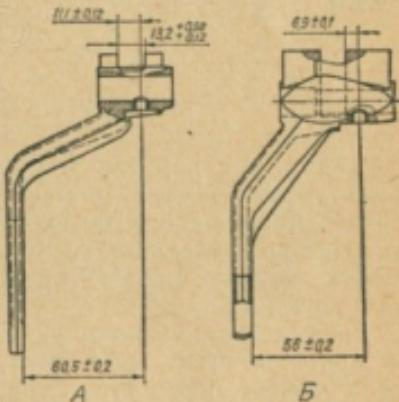

Рис. 59. Контрольные размеры вилок переключения передач:
3. Вилки выпрямить по размерам, показанным на рис. 59, или заменить новыми